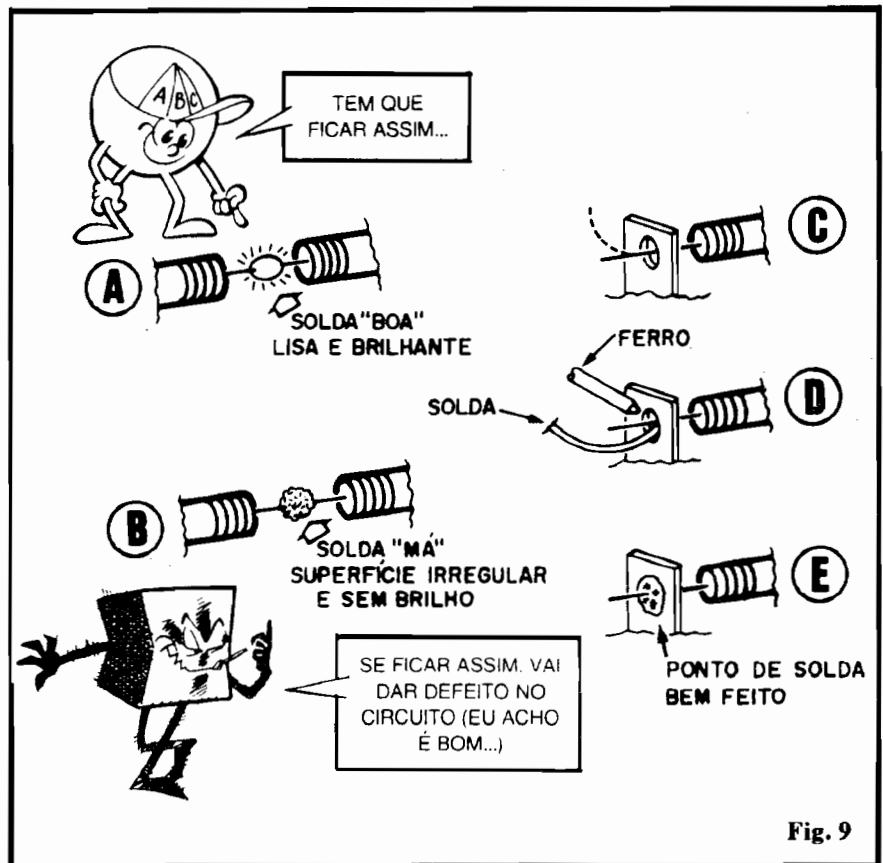

Fig. 9
- **FIG. 9** - Outros detalhes sobre as soldagens. Algumas "dicas" visuais que indicam e facilitam a realização de um bom trabalho:
- Para diagnosticar a qualidade do ponto de solda obtido, basta observar (fig. 9-A) se a junção resultou **lisa e brilhante**. Se isso ocorrer, a soldagem está boa. Se, contudo, o ponto ficar (fig. 9-B) rugoso e fosco, a chance de que o contato esteja mecânica e eletricamente prejudicado é muito grande.
montagens definitivas, contudo, ocorrem casos em que o componente deverá ter seu terminal soldado a um olhal metálico (pontes de terminais soldáveis, terminais de componentes "pesados", como chaves, interruptores, conetores de entrada ou saída, etc.). Nesse caso, o procedimento correto está demonstrado nas figs. 9-C, 9-D e 9-E.
- Coloca-se o terminal no olhal (ambos bem limpos, conforme já explicado). Se for necessária uma pré-fixação mecânica, uma leve "entortadinha" no terminal, em "gancho", será suficiente (fig. 9-C).
- Pressiona-se a ponta aquecida do ferro **na junção** do terminal com o olhal por alguns segundos. Encosta-se então a solda ao olhal (**NÃO** à ponta do ferro). A solda funde-se, espalha-se e preenche o furo do olhal metálico (figs. 9-D e 9-E).